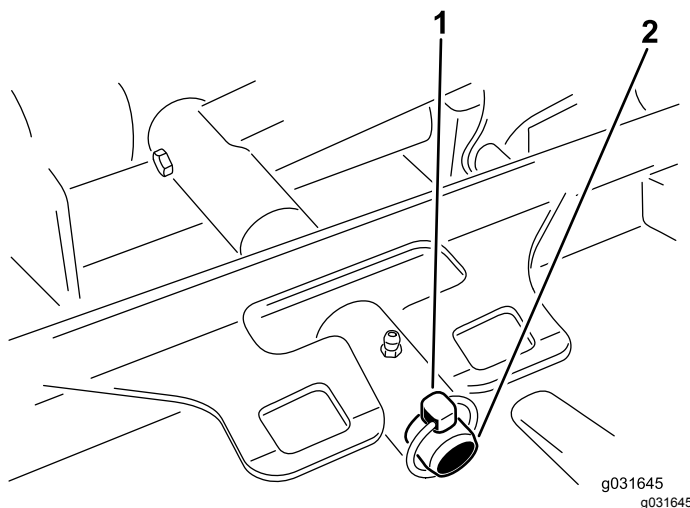

Figura 67
carcasa a la barra de giro del brazo de elevación (Figura 67).
3. Desplace el bastidor de tiro de la carcasa sobre la barra de giro del brazo de elevación y fíjelo con el pasador de seguridad o la tuerca de retención (Figura 67).